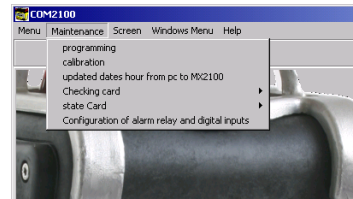

Figura 38: menu *Maintenance* (Manutenção)
- A partir do menu Maintenance (Figura 38), selecione Programming
- A partir do menu Maintenance (Figura 38), selecione Calibração.
- A partir do menu *Maintenance* (Figura 38), selecione a opção *Atualizar data e hora do BM 25/25W a partir do PC*.
- A partir do menu *Maintenance* (Figura 38), selecione *Checking card*.
A partir do menu *Maintenance* (Figura 38), selecione "State card" e siga as mesmas etapas conforme descrito no *menu Relatório de monitoramento* (arquivos .etx).